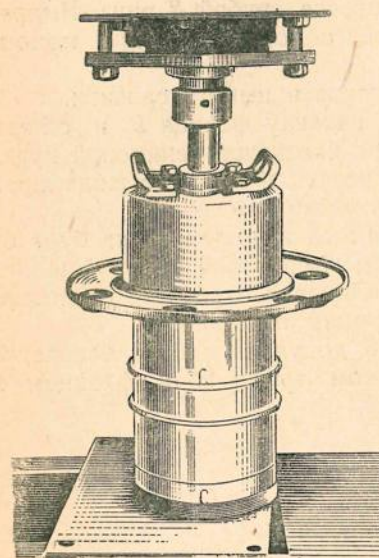

Рис. 141. Запрессовка наружного кольца шарикоподшипника в ступицу нижнего катка
8. Запрессовать наружное кольцо конического подшипника в ступицу 5 при помощи оправки (рис. 141) до упора в бурт. Вложить внутреннее кольцо конического подшипника в запрессованное наружное. Вложить в отверстие ступицы упорное кольцо и осадить его до упора в торец наружного кольца конического подшипника.